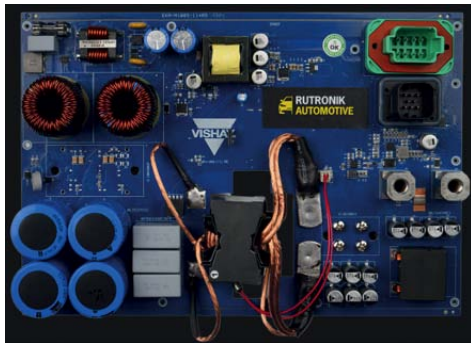

Bild 2: Prototyp des unidirektionalen On-Board-Chargers.
**48-V-On-Board-Charger (3,3 kW):** Das Referenzdesign (Bild 2 und 3) basiert auf einer Halbbrücken-LLC-Resonanzwandler-Topologie mit vorgeschalteter PFC-Stufe und ist vollständig mit siliziumbasierten Halbleitern umgesetzt. Die Wahl der Schaltfrequenz und des Übertragers wurde gezielt auf ein optimales Preis-Leistungs-Verhältnis abgestimmt.